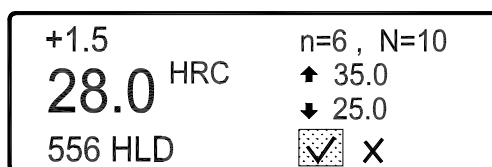

图 5.5.14
**5.5.5 全部选用** 四种辅助功能可同时全部选用，此时测试结果如图 5.5.14。